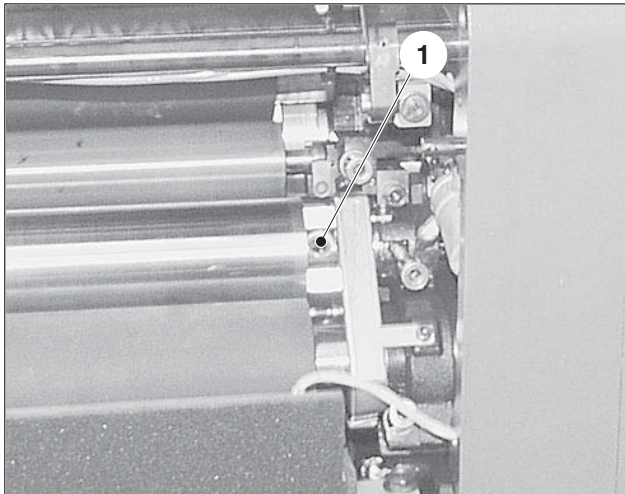

図 7 水計量ローラ 15 の駆動側
1. 駆動側の軸受けジャーナルにあるネジ（図 7/1）を緩めて取り外します。